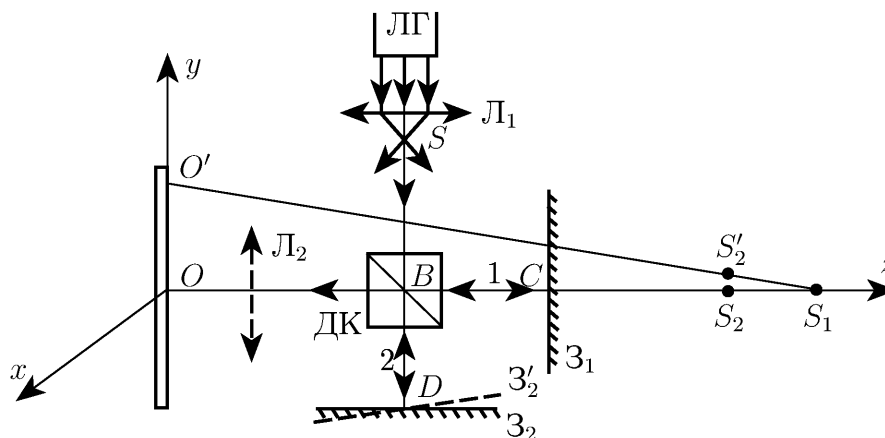

Рис. 1. Схема интерферометра
Оптическая схема интерферометра Майкельсона приведена на рис. 1. Источник света – лазер ЛГ – излучает узкий пучок света, который фокусируется линзой L_1 . В фокусе этой линзы возникает точечный источник света S . Сферическая световая волна от источника S падает на делительный кубик ДК и делится его диагональной гранью на две волны — отражённую 1 и проходящую 2. Волна 1 отражается от зеркала $З_1$, возвращается к кубику, частично проходит сквозь него и попадает на экран Э. Волна 2 отражается от зеркала $З_2$, частично отражается от кубика и также попадает на экран. Световые волны 1 и 2 испускаются одним источником S , и они когерентны между собой. Эти волны создают на экране интерференционную картину. Для увеличения масштаба интерференционной картины может быть использована линза L_2 .
- Получите на экране картину вертикальных полос. Для этого уведите центр пятна в сторону по горизонтали ($O \rightarrow O'$ на рис. 1), сместив микрометр M_v на 0,08–0,09 мм от исходного положения. Измерьте ширину полосы в центре экрана (в т. O) и расстояние $O'O$ на экране. Зная OS_1 , оцените угол поворота зеркала и смещение изображения источника света (S_2S_2'). Угол поворота зеркала вдвое меньше угла OO'/OS_1 .